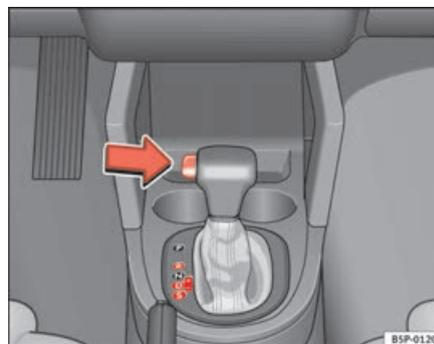

Fig. 143 Conduite
- Appuyez sur le bouton du pommeau (situé sur la partie gauche de celui-ci ⇒ fig. 143).